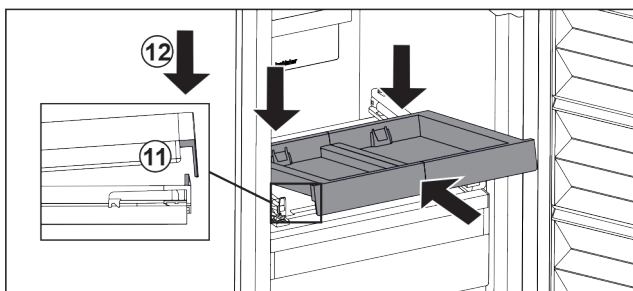

Fig. 88
- ▶ Вкарайте под ъгъл. Обърнете внимание на това, ограничителят и от двете страни да е зад езичето. Fig. 88 (11)
- ▶ Спуснете изтеглящата се дъска отпред. Fig. 88 (12)